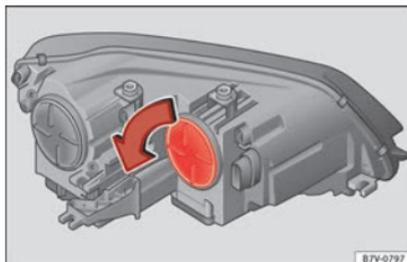

Fig. 106 Dans le compartiment moteur : cache du clignotant.
- Tournez le cache » **fig. 106** dans le sens de la flèche et retirez-le.
- Tournez le cache » **fig. 106** jusqu'en butée dans le sens contraire à celui de la flèche.